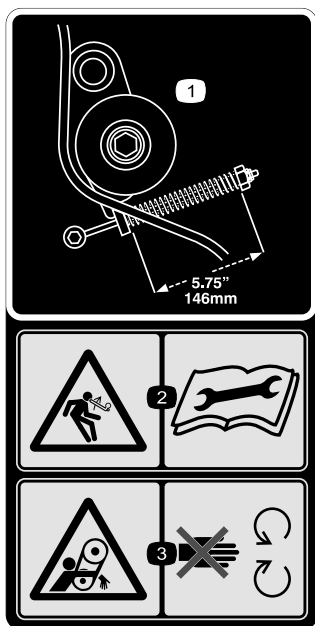

图 33
1. 通过将怠轮弹簧压缩到 146mm 的长度来检查皮带张紧力是否适当请参阅 图 33。